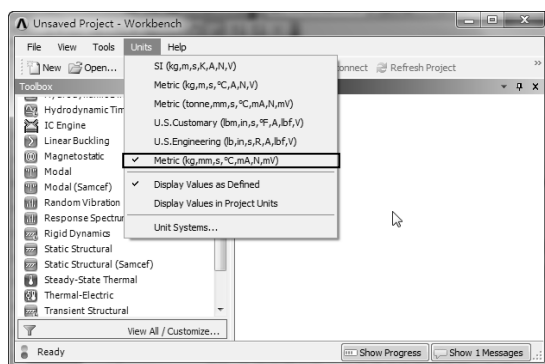

图 9-4 设置分析单位
2) 选择【Units】|【Metric (kg, mm, s, °C, mA, N, mV)】命令，设置分析单位，如图 9-4 所示。